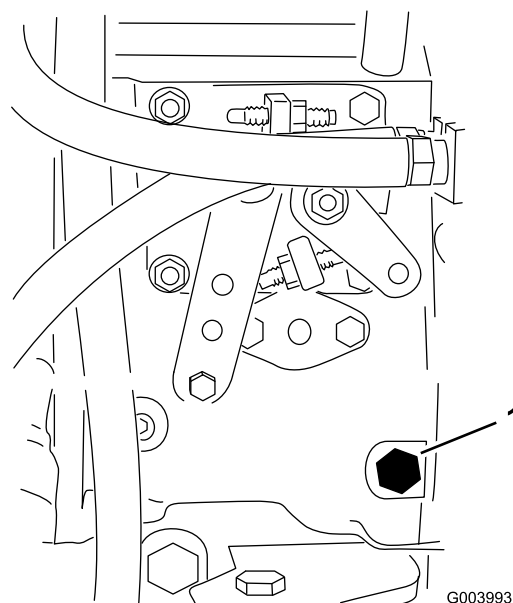

Рисунок 37
3. Отпустите винт стравливания давления воздуха из топливного насоса для впрыска топлива (**Рисунок 37**) 12-миллиметровым ключом.